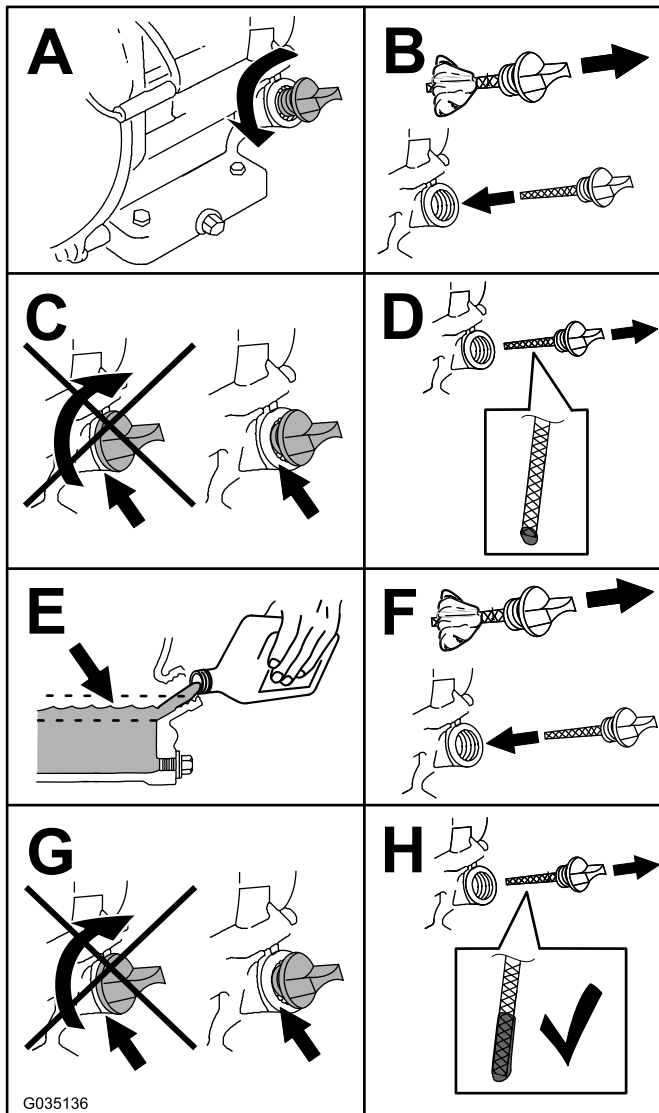

Figura 33
4. Compruebe el nivel de aceite como se muestra en Figura 33.